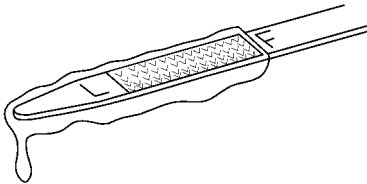

图 3-4 机油液位应在刻度 L 和 F 之间
- (2) 检查机油液位。机油液位应处于液位计刻度“L”和“F”之间，如图 3-4 所示。